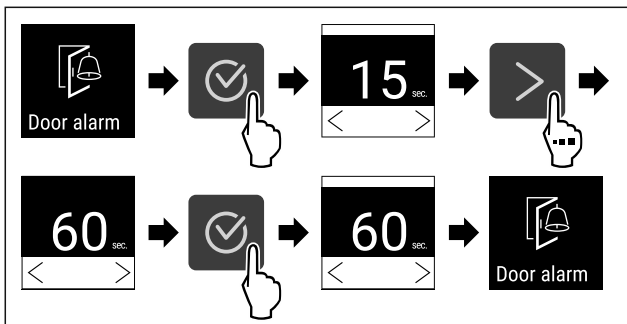

Fig. 95
- ▶ Εκτελέστε τα βήματα ενεργειών (βλέπε Fig. 95) .